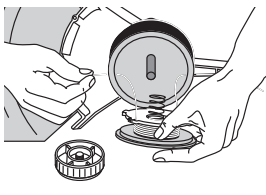

Fig. 34
13. Inserte los extremos de la línea a través de los ojillos de la bobina exterior y coloque el carrete interior con el resorte dentro de la bobina exterior (Fig. 34). Empuje el carrete interior y la bobina exterior entre sí. Mientras sostiene el carrete interior y la bobina exterior, tome los extremos y tire con firmeza para soltar la línea de las ranuras de fijación de la bobina.
5. Inserte los extremos de la línea en los ojillos de la bobina exterior (Fig. 34).